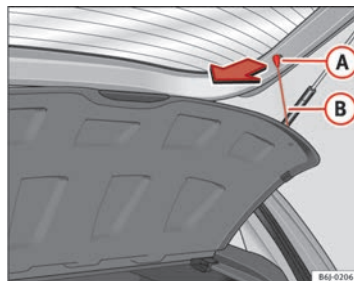

Fig. 96 Bandeja portaobjetos
- Desenganche los tirantes ⇒ fig. 96 B de los alojamientos A.